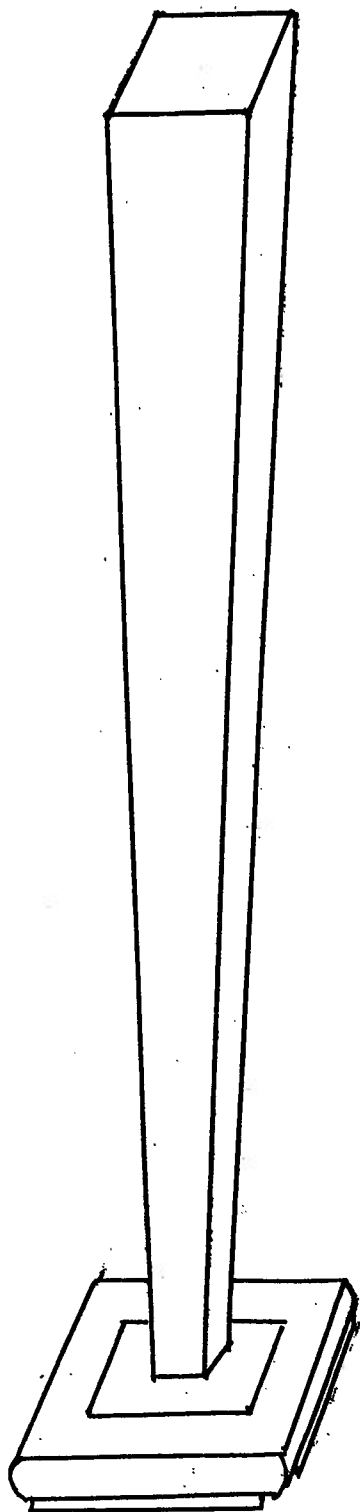
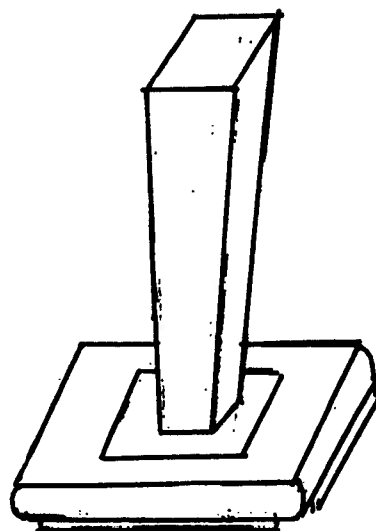
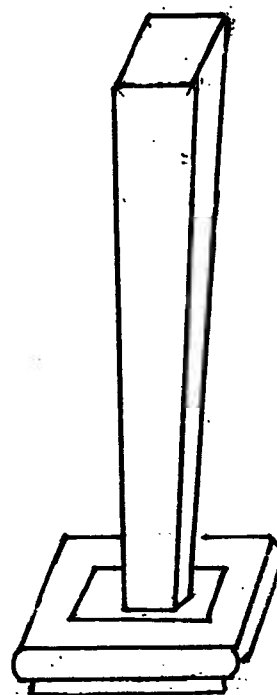

Fig. 1
Fig. 3
Fig. 2
**Przedmiot wzoru przemysłowego jest przedstawiony na rysunkach w załączonym materiale ilustracyjnym w na którym: fig.1 przedstawia stojak lampy podłogowej w widoku perspektywicznym , fig.2 – stojak lampy gabinetowej w widoku perspektywicznym, fig.3 – stojak lampy nocnej w widoku perspektywicznym .**
**ostroslupa foremnego ściętego. Podstawy ostrosłupa są czworokątami, z tym, że ostrosłup ścięty jest odwrócony mniejszą czworokątną podstawą w kierunku podstawy stojaka, jak przedstawiono na załączonych rysunkach: Fig.1, Fig.2, Fig.3.**